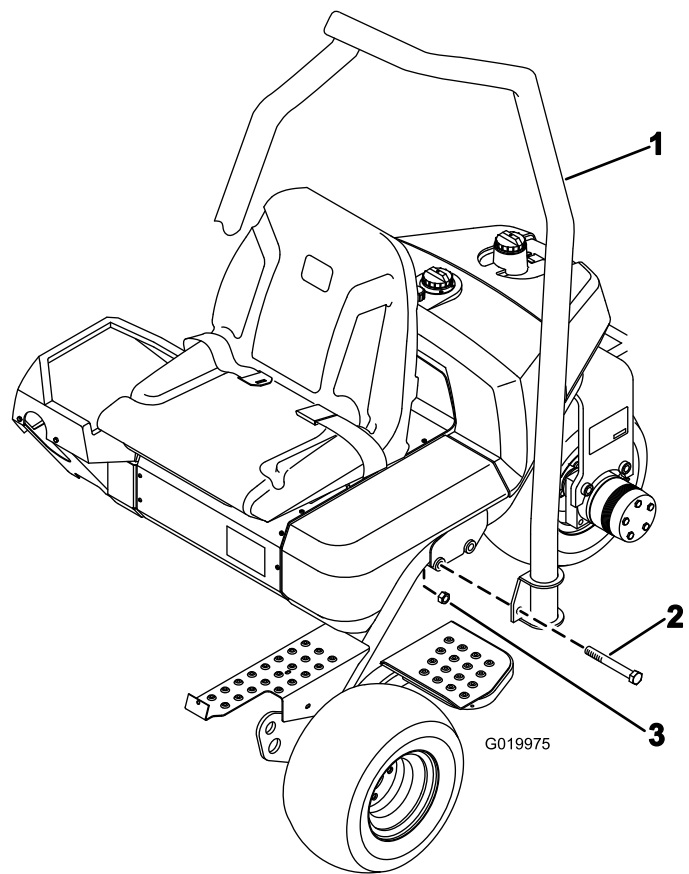

図 4
1. ROPS の上部の湾曲部が機体の前方を向くように ROPS を配置する 図 4。
2. ROPS をフレームの上に降ろし、取り付け穴に整列させる 図 4。
3. ROPS の左右それぞれをフレームに固定するボルト2本 $\frac{5}{8}$  x 4 $\frac{1}{2}$ "と、ロックナットを 図 4 のように使用する。